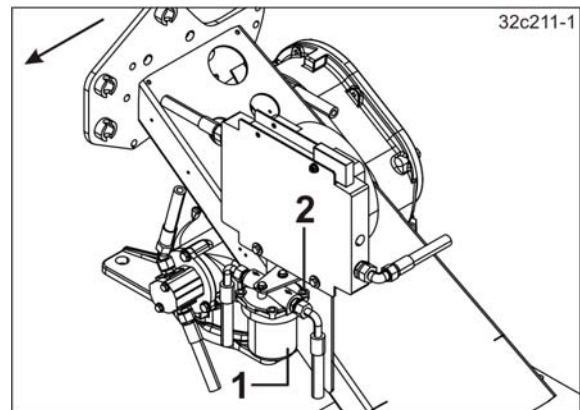

Fig. 181
1. Demonter oljefilterinnsatsen (Fig. 181/1).
- 1.1 Løsne skruen (Fig. 181/2).